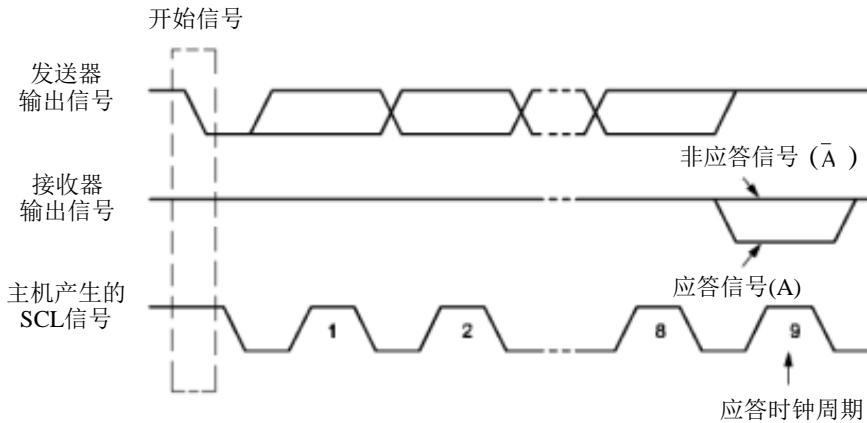

Figure 15-5 IIC 总线的应答信号
另一个从机通信。如 Figure15-5 所示，当 SCL 为高电平时，SDA 由高电平向低电平跳变，产生重新开始信号，它的本质就是一个开始信号。
**应答信号 (A):** 接收数据的 IIC 在接收到 8 位数据后，向发送数据的 IC 发出的特定的低电平脉冲。每一个数据字节后面都要跟一位应答信号，表示已收到数据。应答信号在第 9 个时钟周期出现，这时发送器必须在这一时钟位上释放数据线，由接收设备拉低 SDA 电平来产生应答信号，由接收设备保持 SDA 的高电平来产生非应答信号 ( $\bar{A}$ )，如 Figure15-5 所示。所以，一个完整的字节数据传输需要 9 个时钟脉冲。如果从机作为接收方向主机发送非应答信号，这样，主机方就认为此次数据传输失败；如果是主机作为接收方，在从机发送器发送完一个字节数据后，发送了非应答信号，从机就认为数据传输结束，并释放 SDA 线。不论是以上哪种情况都会终止数据传输，这时，主机或是产生停止信号释放总线，或是产生重新开始信号，开始一次新的通信。开始信号、重新开始信号和停止信号都是由主控制器产生，应答信号由接收器产生，总线上带有 IIC 总线接口的器件很容易检测到这些信号。